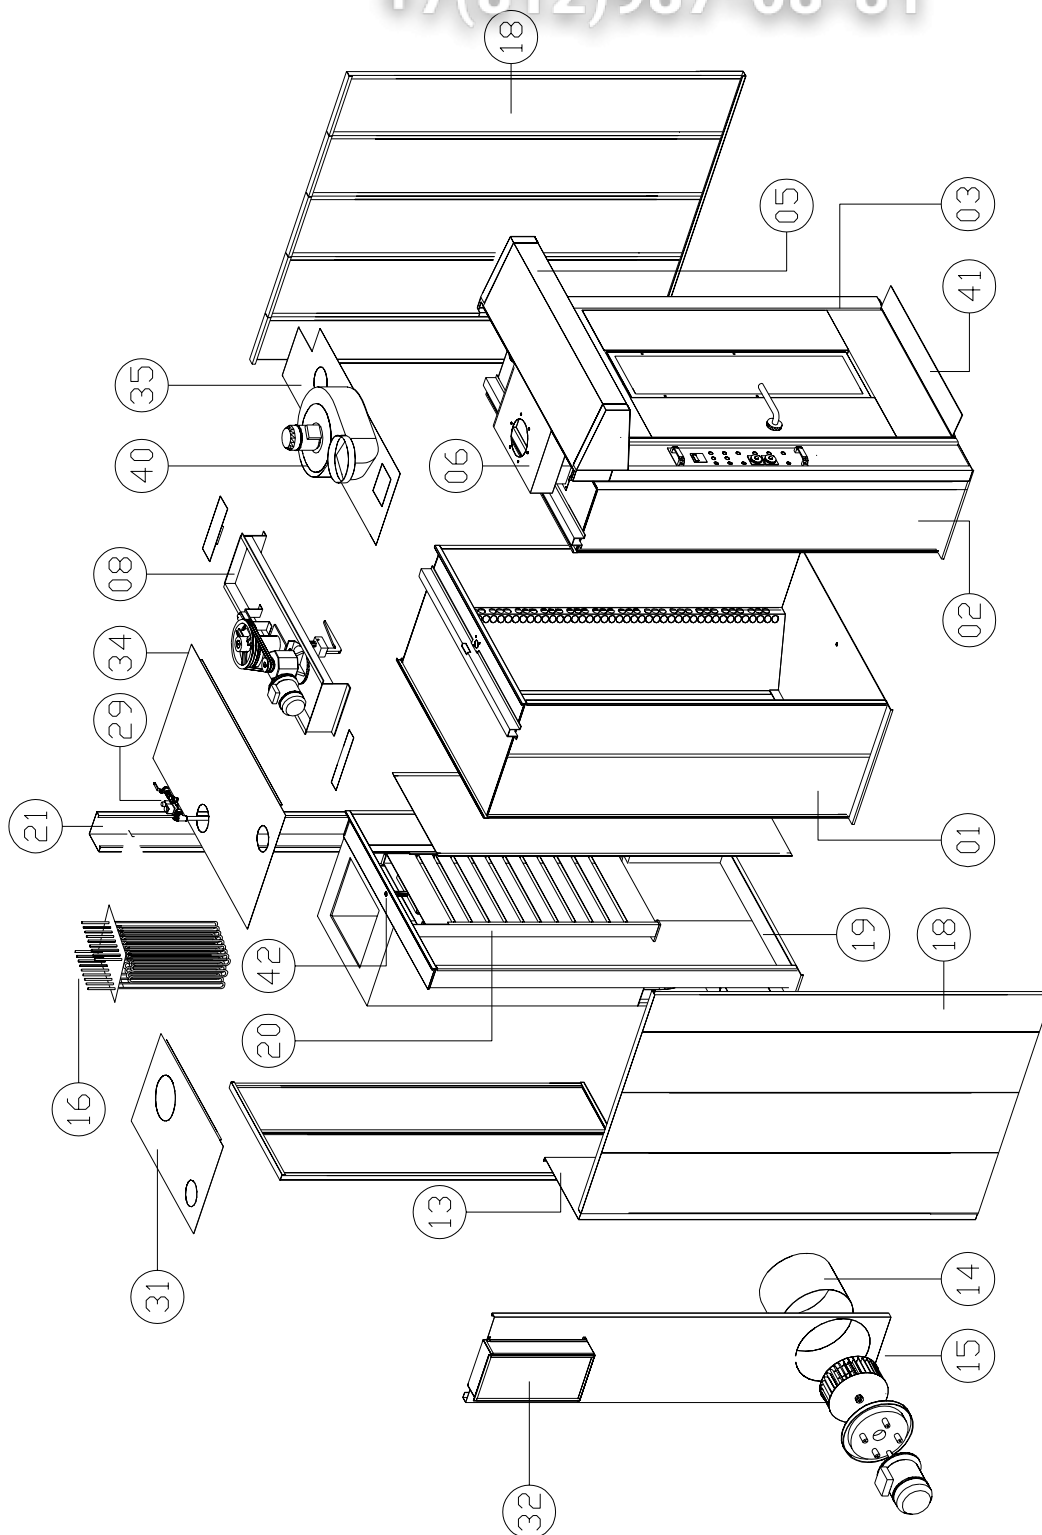

Fig.8
3.1.2 Assemblaggio (Fig.8)
3.1.2 Assembly (Fig. 8)